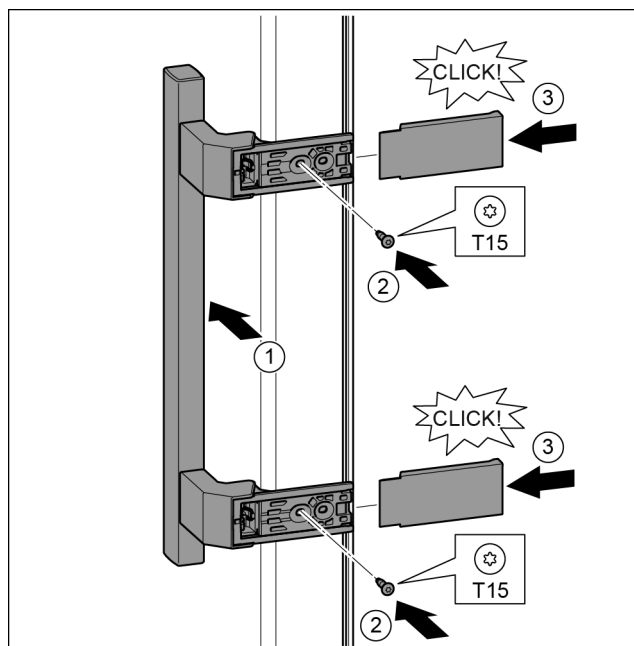

Fig. 34
- ▶ Założyć uchwyt po przeciwległej stronie. Fig. 34 (1)
- ▶ Śruby przykręcić przy pomocy śrubokręta T15. Fig. 34 (2)
- ▶ Osłony założyć z boku i wsunąć. Fig. 34 (3)